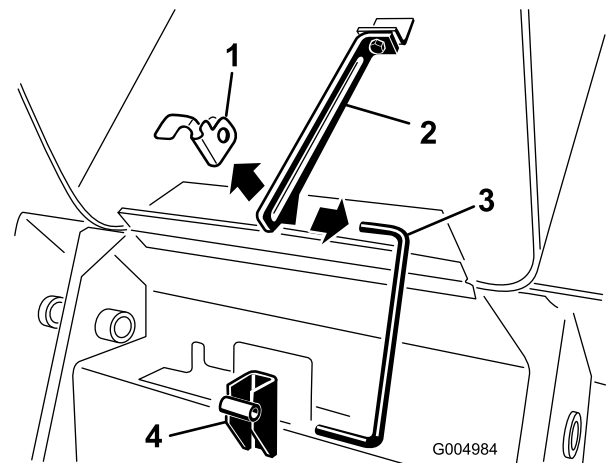

Bild 42
- Ziehen Sie den Splint vom unteren Ende der Motorhauben-Stützstange und schieben Sie die Stützstange aus den Befestigungshalterungen (Bild 42).
- Setzen Sie die Stützstange in die Befestigungshalterungen und befestigen sie diese mit dem Splint (Bild 42).